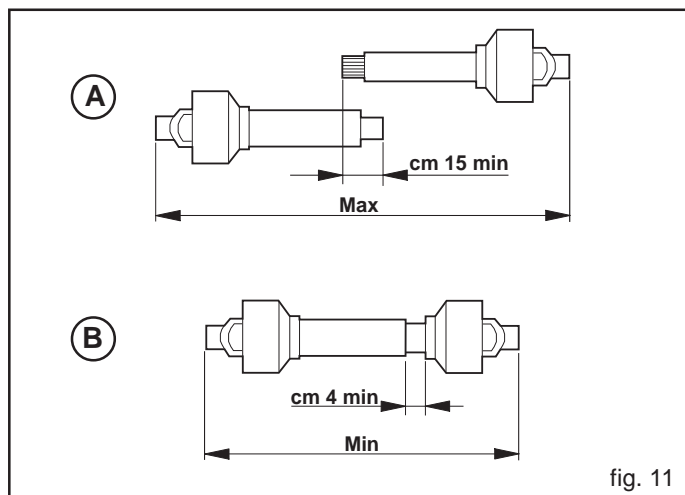

fig. 11
- Quando l'albero cardanico è sfilato al massimo, i due tubi devono sovrapporsi per almeno 15 centimetri (A, Fig. 11). Quando esso è inserito al massimo, il gioco minimo consentito deve essere di 4 centimetri (B, Fig. 11).